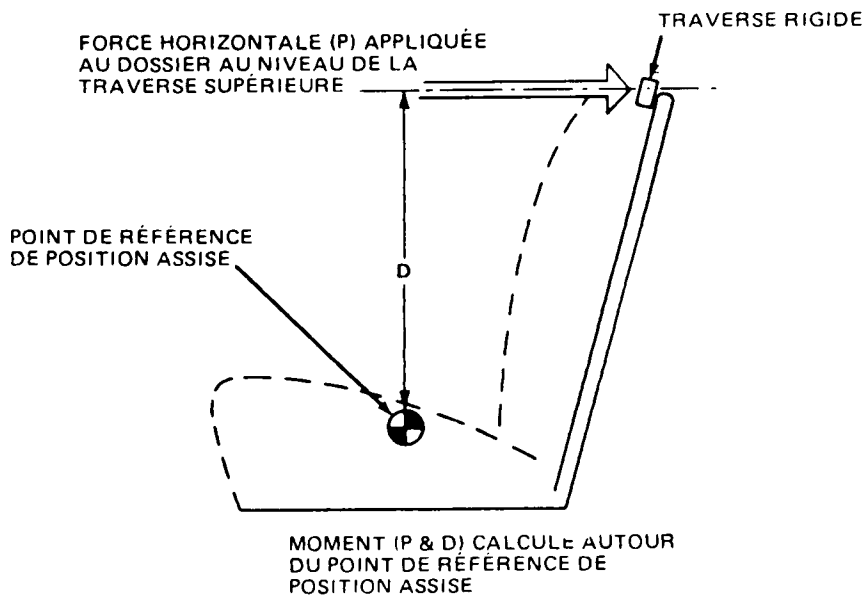

FIGURE 4
2.2 Déterminer le moment dont il est question au sous-alinéa 207(1) (b) (i) comme l'indique la figure 4.